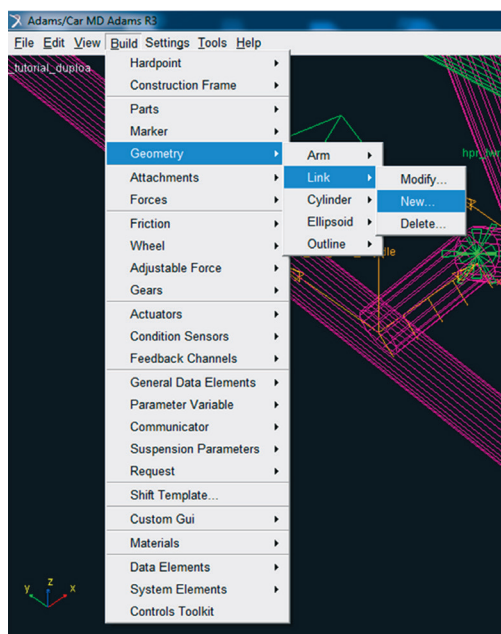

Figura 5.56 – Janela correspondente à criação da geometria *Link* que constituirá a manga de eixo.
- Acesse o menu *Build* → *Geometry* → *Link* → *New*, conforme ilustrado na Figura 5.56.